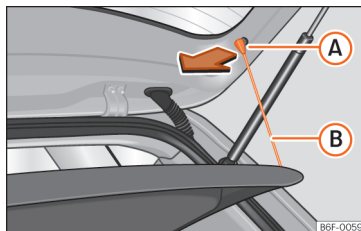

Fig. 175 Na bagageira: desmontar e montar a chapeleira.
- Desengate os tirantes de fixação »» **Fig. 175** **B** dos alojamentos **A**.
- Engate os tirantes de fixação »» **Fig. 175** **B** na porta da bagageira.